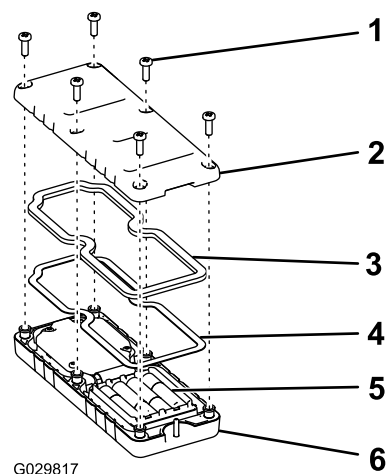

Рисунок 40
1. Отверните 6 винтов в задней части пульта дистанционного управления и снимите крышку (Рисунок 40).
5. Установите крышку, закрепите ее с помощью 6 ранее снятых винтов (Рисунок 40) и затяните их с моментом 1,5-1,7 Н·м.